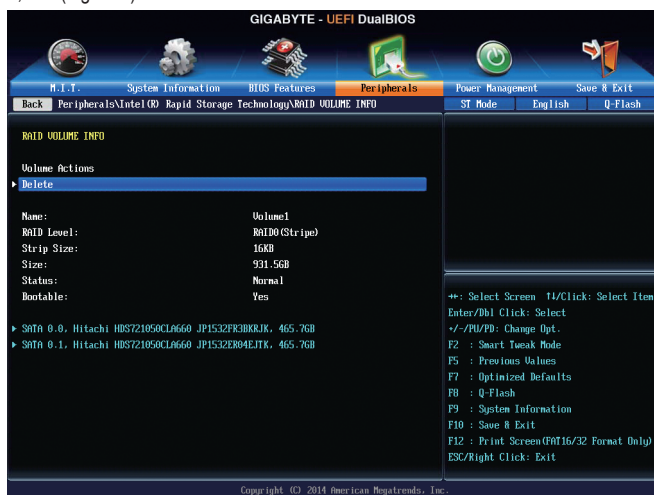

Figure 7
Une fois ceci fait, vous reviendrez à l'écran **Intel(R) Rapid Storage Technology**. Sous **RAID Volumes**, vous verrez le nouveau volume RAID. Pour voir des informations plus détaillées, appuyez sur <Enter> sur le volume pour vérifier les informations sur le niveau de RAID, la taille de bloc d'entrelacement, le nom de baie et sa capacité, etc. (Figure 7)